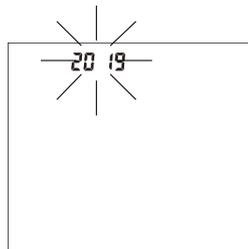

Abb. 2-2
- Drücken Sie wiederholt die Taste „START“, das Jahr (erste Verwendung: Standardeinstellung ist 2019, der Bereich ist 2019~2099), der Monat, der Tag, die Stunde und die Minute blinken abwechselnd, siehe Abb. 2-2, 2-3, 2-4, 2-5 und 2-6. Während die Zahl blinkt, drücken Sie die Taste „MEM“, um die Zahl zu erhöhen. Wenn Sie die Taste „MEM“ gedrückt halten, wird die Zahl schneller erhöht.